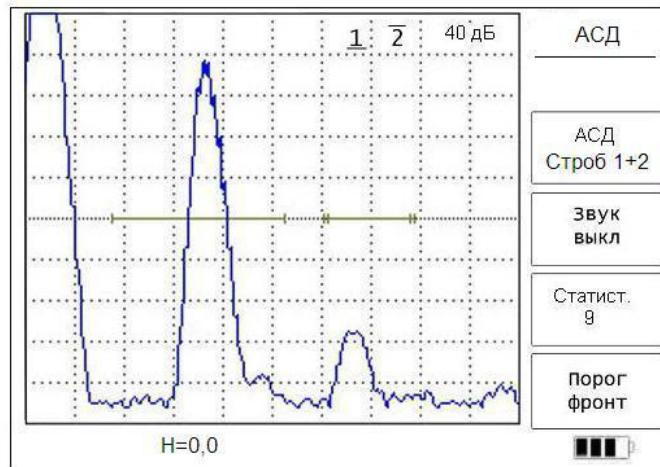

Рис.5.7.
5.4.2. Меню «**АСД**» содержит следующие параметры (рис.5.7).